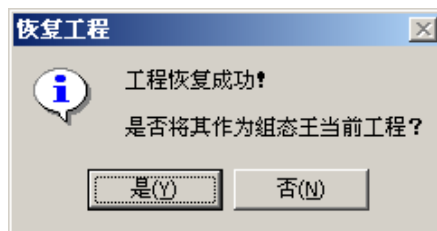

图 3.22 恢复工程成功
- 工程恢复完成后，弹出恢复成功与否信息框，如图 3.22 所示。